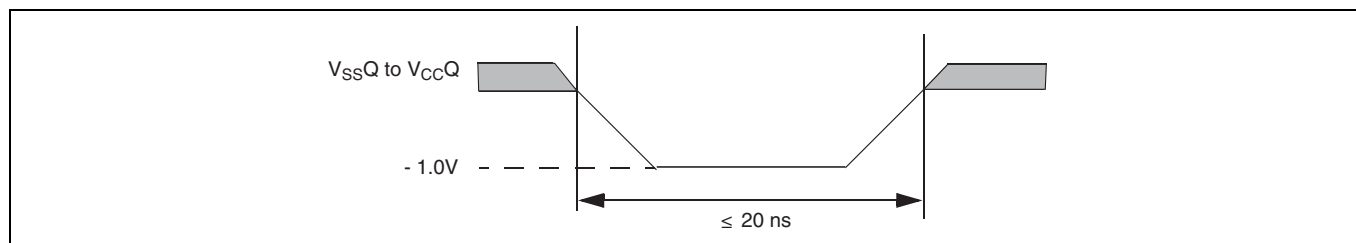
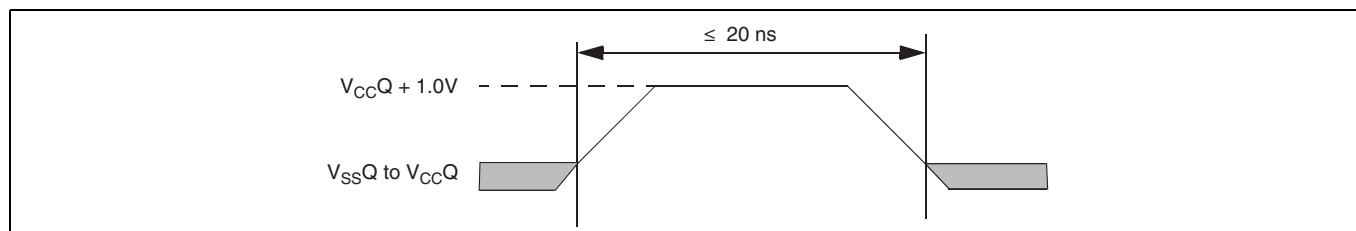

Figure 27 最大負オーバーシュート波形
Figure 28 最大正オーバーシュート波形
33. 入力または I/O 信号の最小 DC 電圧は -1.0V です。電圧変動時、入力または I/O 信号は最大 20ns の間 [VSS-1.0V] までアンダーシュートする可能性があります。Figure 27 を参照してください。入力または I/O 信号の最大 DC 電圧は [VCC+1.0V] です。電圧変動時、入力または I/O 信号は最大 20ns の間 [VCC+1.0V] までオーバーシュートする可能性があります。Figure 28 を参照してください。